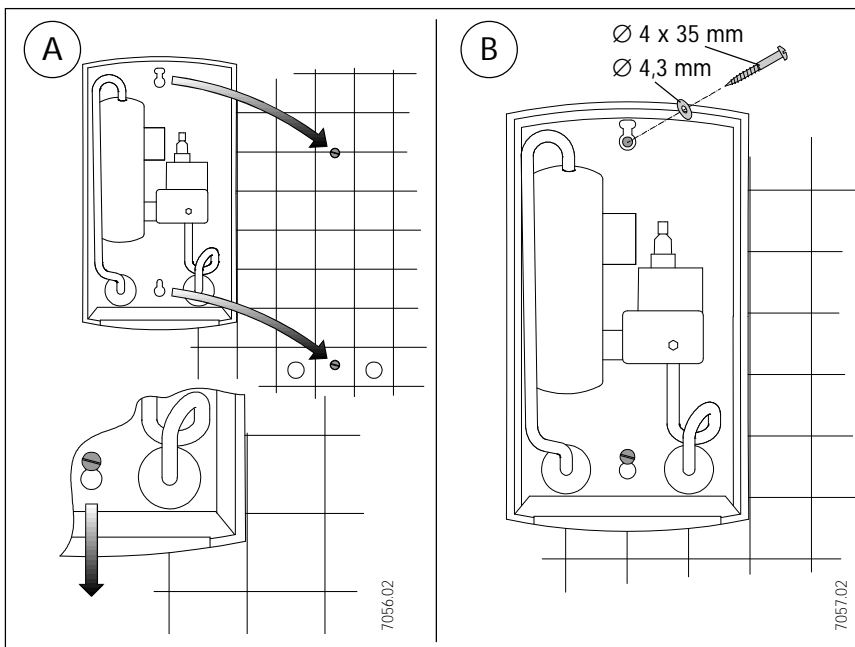
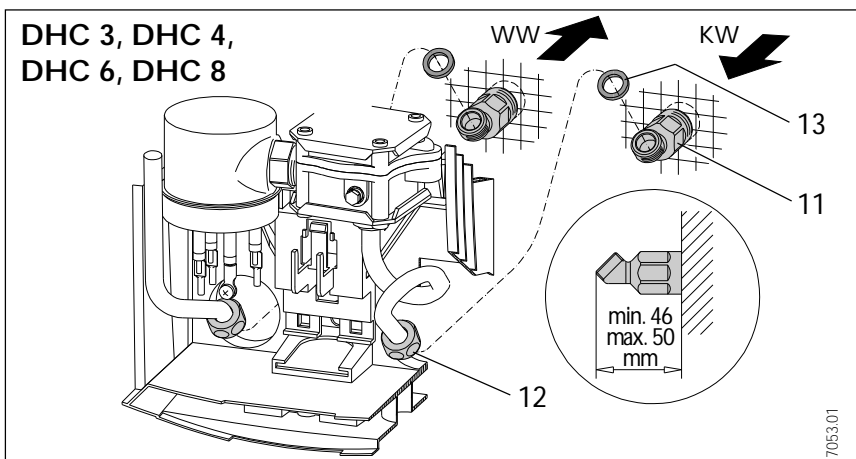

Abb. 9
Abb. 12
2. Wasseranschlußteile gemäß Abb. 12 bzw. 13 installieren.
Hinweis: Bei Austausch DHC alt (alte Schraubenlöcher können verwendet werden) obere Schraube erst nachträglich einschrauben und beiliegende U-Scheibe verwenden (Abb. 9 B).
5. Bei **Unterputzanschluß Wasseranschlüsse** gemäß Abb. 12 in Wandscheibe einschrauben. Gerät über die Schrauben führen und nach unten schieben (Abb. 9 A).
Unterputz-Anschluß (Abb. 12)